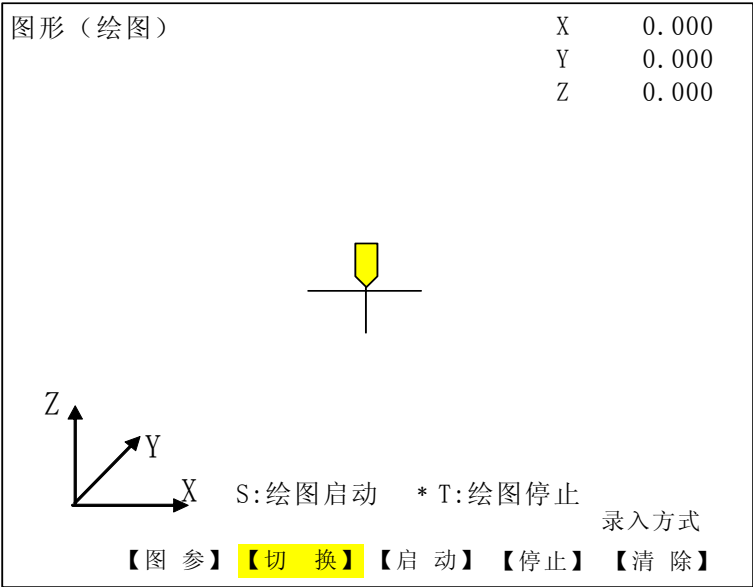

图 3-6-2
2) 图形界面 按【图形】软键进入图形界面。（见图3-6-2）：